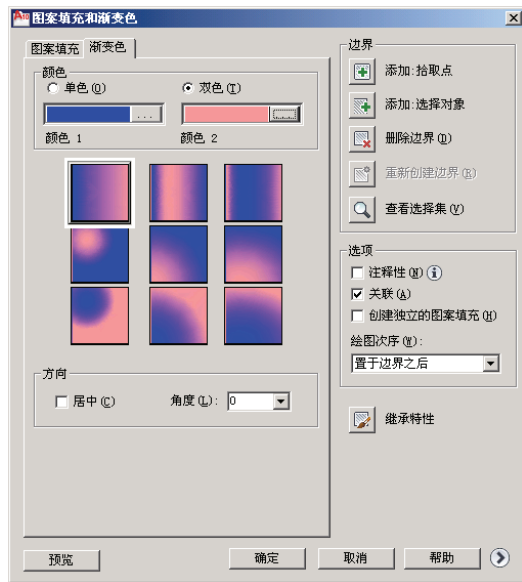

图 5-9 渐变色——双色
- (1) 单击 **渐变色** 按钮，弹出图 5-9 所示对话框。
- (2) 单击“颜色 1”上的选择按钮，弹出“选择颜色”对话框，选择蓝色，确定后返回。
- (3) 单击左下角的圆形填充模式。
- (4) 单击 **选择对象** 按钮，在图形屏幕上选择圆和矩形，回车返回对话框。
- (5) 单击 **确定** 按钮，完成单色渐变色填充。
(1) 单击 **渐变色** 按钮，弹出图 5-9 所示对话框。
(2) 分别单击“颜色 1”和“颜色 2”上的选择按钮，在“选择颜色”对话框种分别选择两种颜色，确定后返回。
(3) 选择左下角的填充方式。
(4) 取消“居中”复选框前面的钩。
(5) 单击 **选择对象** 按钮，在绘图界面上选择圆和矩形，回车后返回。
(6) 单击 **确定** 完成双色渐变色填充。